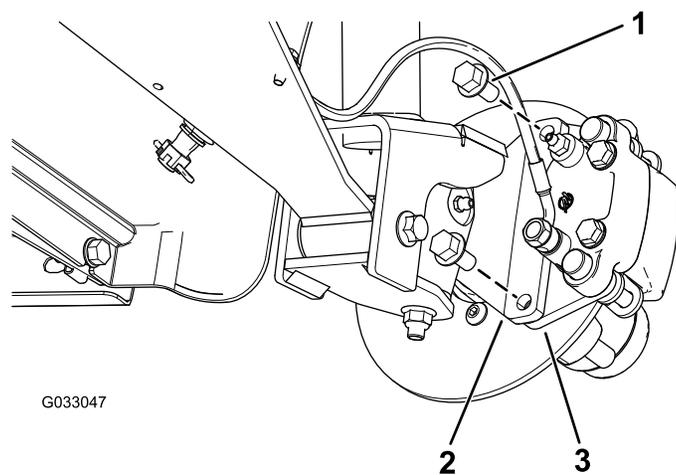
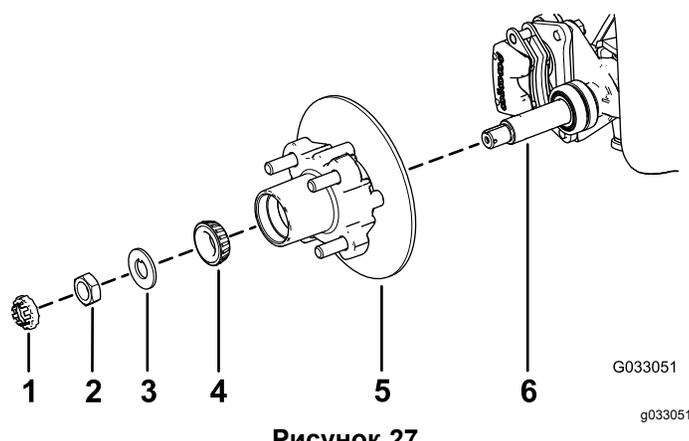

Рисунок 23
Рисунок 27
3. Выверните болты с фланцевыми головками ($\frac{3}{8} \times \frac{3}{4}$ дюйма), которые крепят кронштейн тормоза в сборе к оси, и отделите тормоз от оси (Рисунок 23).
1. Нанесите тонкий слой консистентной смазки указанного типа на ось (Рисунок 27).
2. Установите ступицу и тормозной диск на ось так, чтобы тормозной диск был внутри (Рисунок 27).
3. Установите наружный подшипник на ось и в наружное кольцо (Рисунок 27).
4. Установите стопорную шайбу на ось (Рисунок 27).
поворачивая ступицу так, чтобы подшипник был посажен на место (Рисунок 27).
2. Совместите тормозные колодки с обеих сторон тормозного диска (Рисунок 23) с отверстиями в кронштейне суппорта и отверстиями в креплении тормоза на цапфе (Рисунок 27).
3. Закрепите кронштейн суппорта на цапфе (Рисунок 23) с помощью 2 болтов с фланцевыми головками ($\frac{3}{8} \times \frac{3}{4}$ дюйма).